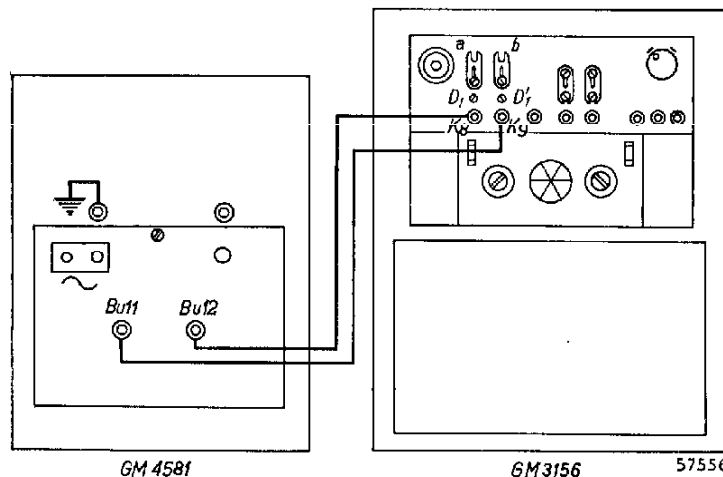

Fig. 6. Aansluiting op de GM 3156
2. Aansluiting op de GM 3156 (fig. 6)
Hier toe moeten de strippen „a” en „b” op de achterzijde van de GM 3156 van de klemschroeven D1 en D1' worden losgemaakt (zie fig. 6). De „verticale” versterker van de oscillograaf is hierdoor buiten bedrijf gesteld.